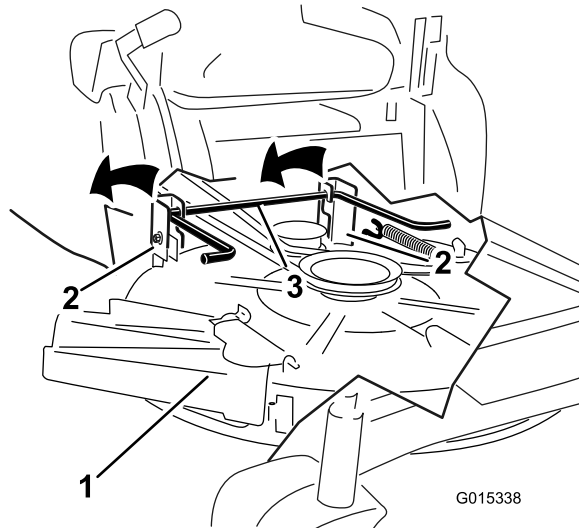

Figura 63
6. Eleve la carcasa del cortacésped y desenganche la varilla de elevación trasera de las pletinas de suspensión, y baje el cortacésped con cuidado al suelo (Figura 63).
- Eleve la parte trasera de la carcasa del cortacésped y coloque los soportes sobre la varilla de elevación trasera (Figura 63).